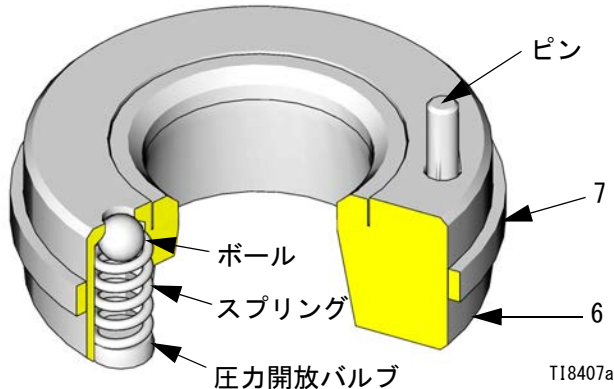

図3. インレットシート、圧力開放バルブ付き
注：1つのインレットシート（6）には圧力開放バルブが含まれています。図3を参照してください。このシートは、表示された箇所の正確に位置に配置されている必要があります（図4で示されている左側の部分）。インレットハウジングに鑄込まれたテキストをガイドとして使用します。
ボール（5）またはシート（6と33）を落としたり破損させたりしないように注意してください。破損したボールまたはシートは、適切に密封できず、ポンプに漏れが生じます。1つのインレットバルブシート（33）はシートをより長く使用できるように、逆に使用できます。しかし、液体インレットシート（6）には圧力開放バルブが含まれており、逆にはできません。適切な方向づけについては、図3を参照してください。
- シート（6）内の圧力開放バルブを点検して詰っていないことを確認します。バルブのボールを上から押し下げて、ボールとスプリングが自由に動くかどうか調べます。図3を参照してください。